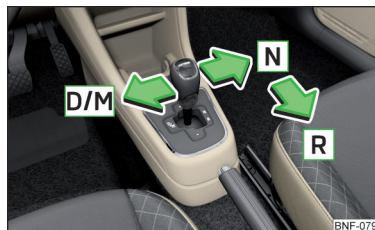

Fig. 125
Ved at flytte gearvælgeren kan den placeres i en af de efterfølgende positioner » Fig. 125.
- Tryk gearvælgeren til den fjedrede position i pilens retning » Fig. 125 på side 92, og vælg position D.